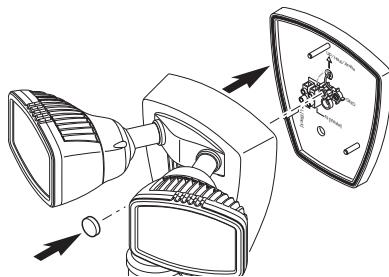

Figura 5
2. Verifique que la junta de caucho esté correctamente asentada en el borde del 1-2-Easy Connect™ (vea la Figura 5).
- Apriete bien el tornillo de montaje teniendo cuidado de no apretarlo demasiado (vea la Figura 5).
- Empuje el tapón de plástico firmemente en el orificio del perno de montaje de la lámpara (vea la Figura 5).